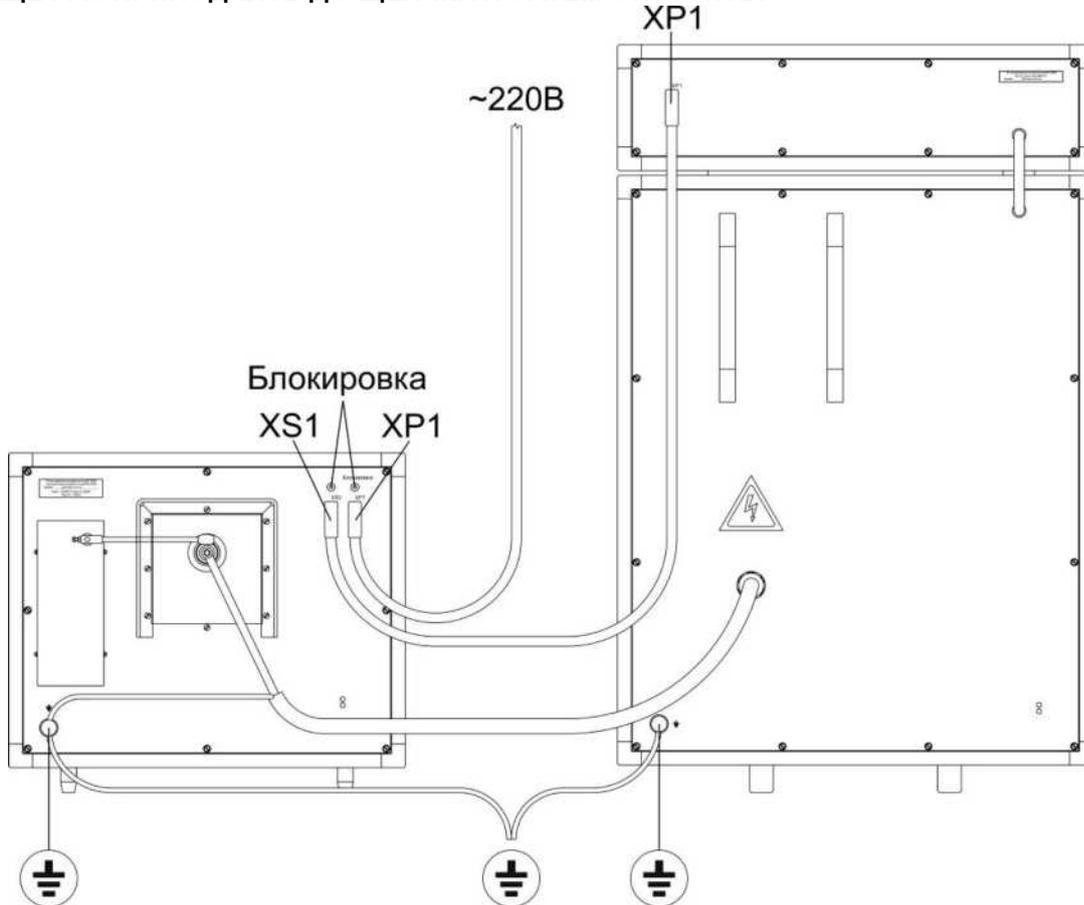

Рис. 3
6.2. Заземлите аппарат и блок-приставку (рис. 3).